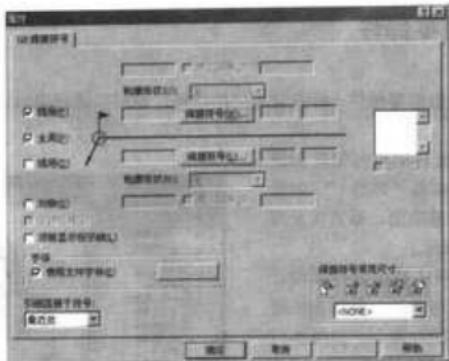

图 9-18 GB 标准的焊接符号“属性”对话框
- (1) 在 SolidWorks 2005 文件中，单击需要进行焊接的面或边线。
- (2) 单击注解工具栏中的（焊接符号）工具，或单击菜单栏中的“插入”→“注解”→“焊接符号”命令。
- (3) 系统弹出 ISO、BIS、DIN、JIS 或 GB 标准对应的焊接符号“属性”对话框，GB 标准的焊接符号“属性”对话框如图 9-18 所示。在焊接符号“属性”对话框中，选择焊接符号，设置有关选项并输入数值。添加项目时，在图形区域中会显示其预览。